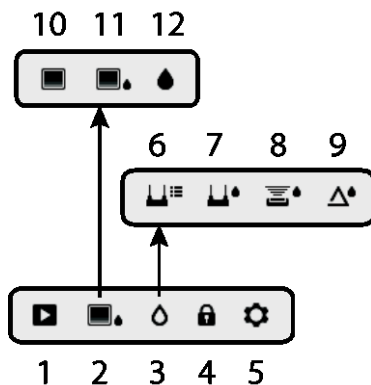

Fig. 4-2 Icônes du Menu
Le Menu est présenté ci-dessous et développé de manière exhaustive dans les sections suivantes de ce Manuel d'utilisation. La touche centrale Sélection et les quatre (4) touches de navigation permettent d'accéder et de programmer les différents modes de fonctionnement disponibles dans les menus. Reportez-vous à la Fig. 4-2.
Les icônes 1 à 5 de la Fig. 4-2 constituent le **Menu principal**. Appuyez sur la touche Sélection pour ouvrir le Menu principal :
Les icônes 6 à 9 de la Fig. 4-2 sont disponibles dans le **mode Humidité du Menu**. Appuyez sur l'icône 3 pour afficher ces modes Humidité. Un point bleu s'affiche à gauche de l'icône de mesure avec broche (7) ou de l'icône de mesure sans contact (8), selon le mode sélectionné.
Les icônes 10 à 12 de la Fig. 4-2 sont disponibles dans le **mode Image du Menu**. Appuyez sur l'icône 2 pour afficher le menu du mode Image.